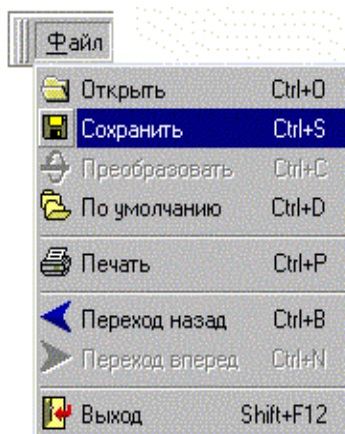

Рис. 4.25 Панель меню «Файл» (Сохранение конфигурации в файле)
- или выбрать пункт главного меню «Файл \ Сохранить», для чего наложить указатель мыши на пункт меню «Файл» и нажать левую клавишу мыши. Откроется панель меню «Файл» (рис. 4.25). Для этого же можно нажать сочетание клавиш «Alt + Ф». После открытия панели меню «Файл», необходимо наложить указатель мыши на пункт «Сохранить» и нажать